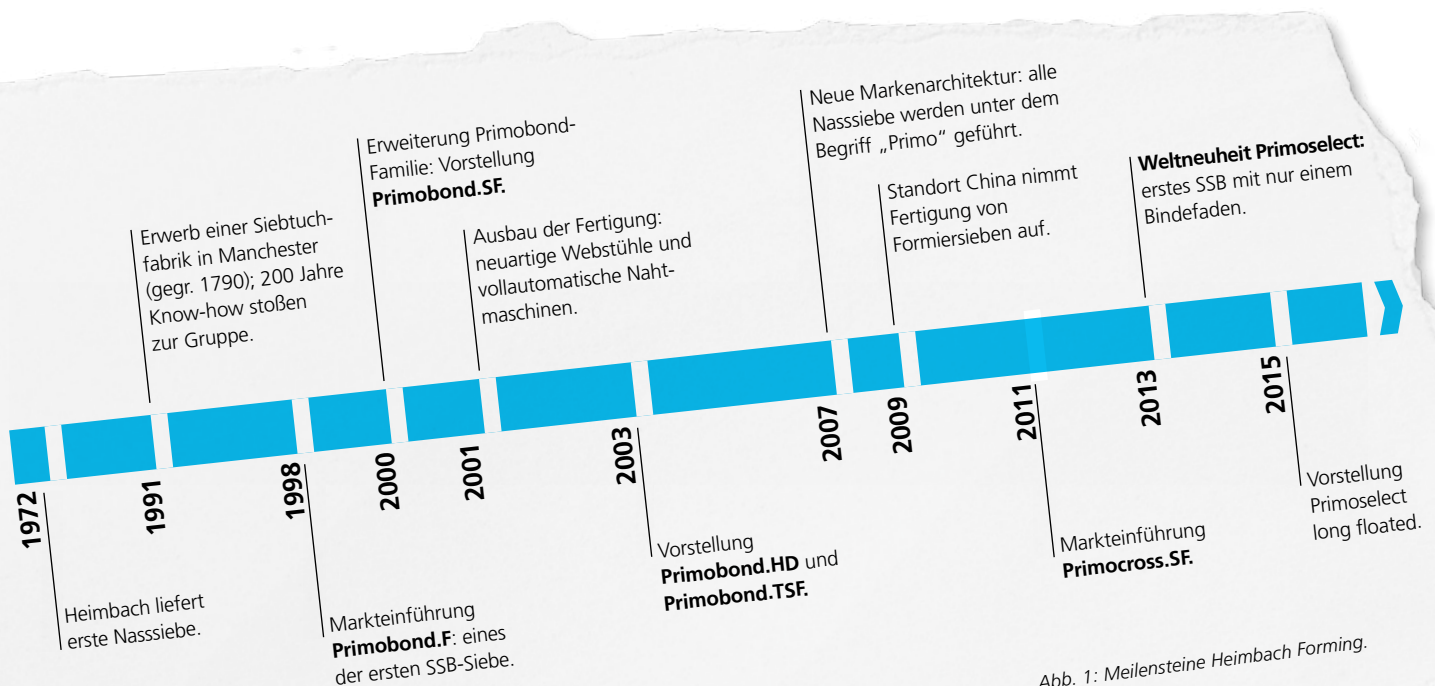

Abb. 1: Meilensteine Heimbach Forming.
**die technische Innovationskraft** einer Belegschaft, die Qualitätskriterien nach ISO 9001 erfüllt (Abbildung 1). Zum Beispiel 1998, als das Heimbach-Forming-Team **mit Primobond eines der ersten SSB-Siebe präsentierte.** Diese Lösung eroberte schnell den Markt, was ebenso für die Klassiker Primoplan und Primocross gilt. Allesamt Produkte, die bis heute laufend mit hervorragenden Ergebnissen punkten – genauso wie Primoselect.